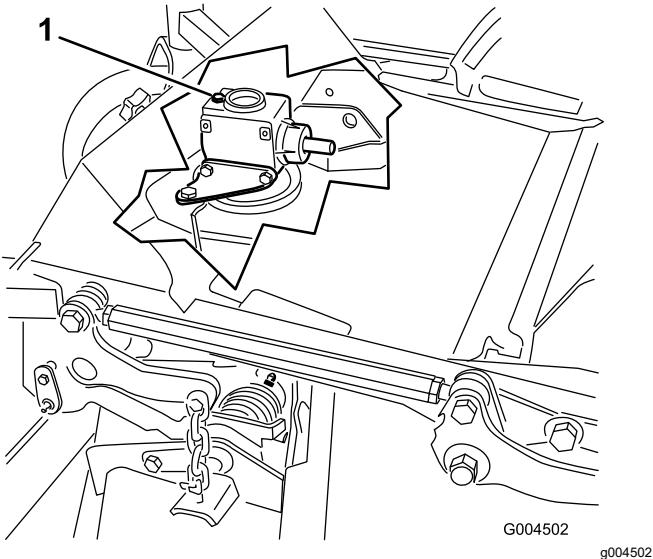

Figure 69
6. Retirez le bouchon de remplissage-jauge au sommet du boîtier d'engrenages et vérifiez que le niveau de lubrifiant se situe entre les repères sur la jauge (Figure 69).
6. Retirez le bouchon de remplissage-jauge au sommet du boîtier d'engrenages (Figure 69).